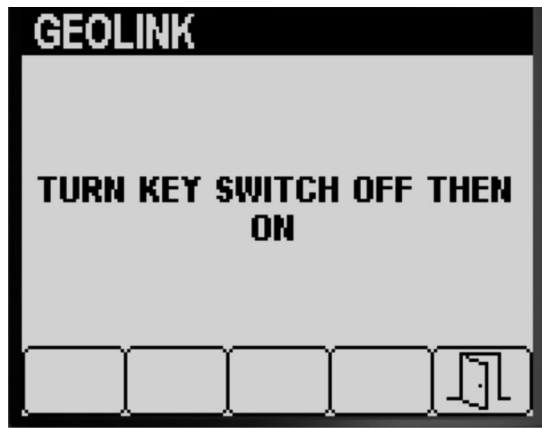

图 38
- 按 5 号按钮可保存设置退出 GEOLINK 屏幕然后返回至 SETTINGS 设置屏幕图 38。